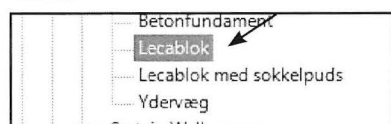

Fig. 14.36. Dobbeltklik på Lecablok i *Project Browseren*.
- Dobbeltklik på Lecablok væggen i *Project Browseren* (Fig. 14.36).